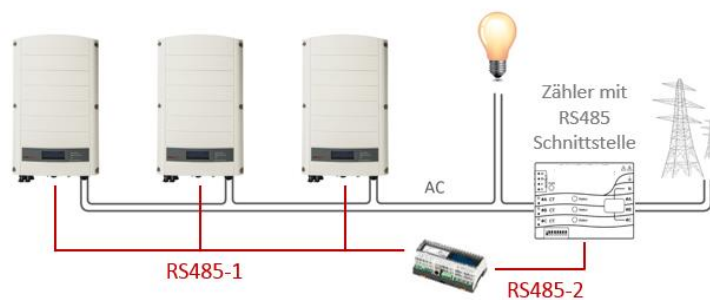

Abbildung 6: Verbindung mehrerer Wechselrichter mit CCG, RS485-Zähler und RS485-Kommunikation
- Der Zähler ist an einen der RS485-Anschlüsse eines CCGs angeschlossen. Das CCG dient als Smart Energy Manager. Der zweite RS485-Anschluss des CCGs kann dazu genutzt werden, um einen RS485-Bus für die Kommunikation zwischen den Wechselrichtern einzurichten. Diese Option ist in *Abbildung 6* dargestellt.